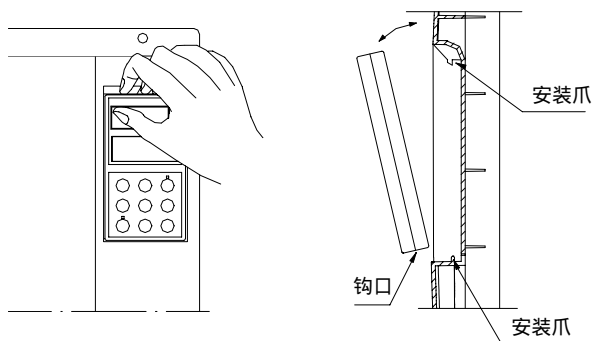

图 3-3 键盘操作面板的拆卸和安装
1. 拆卸：将中指放在操作面板上方的手指插入孔，轻轻按住顶部的锁定弹片向外拉即可。如图3-3所示。
2. 安装：先将操作面板的底部固定钩口对接在面板安装槽下方的安装爪上，用中指按住顶部的锁定弹片后往里推，到位后松开中指即可；如图3-3所示。